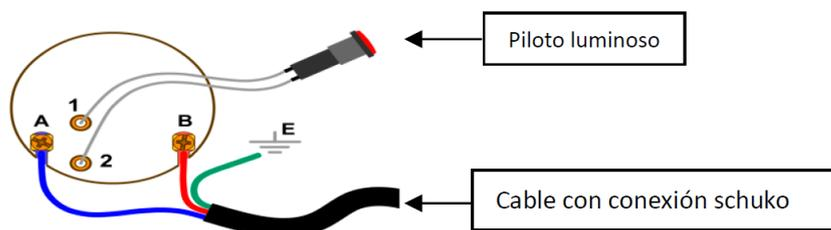

Fig. 4.5.2
4.5.2 El termo debe conectarse también con el cable amarillo/verde a la toma de tierra, tal y como se muestra en el siguiente diagrama del circuito eléctrico. (Fig.4.5.2)